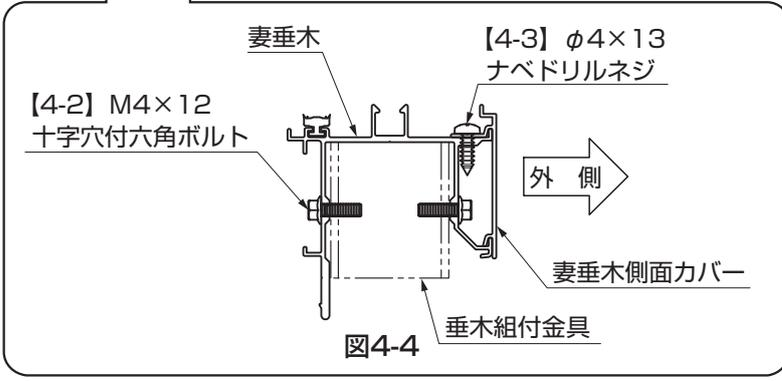

図4-4
- ①妻垂木を桁・垂木掛けに【4-2】で取付けてください。
- ②妻垂木側面カバーを妻垂木に【4-3】で取付けてください。(図4-1、図4-4参照)
- 妻垂木には取付ける向きがあります。図4-1、図4-4を参照して取付けてください。